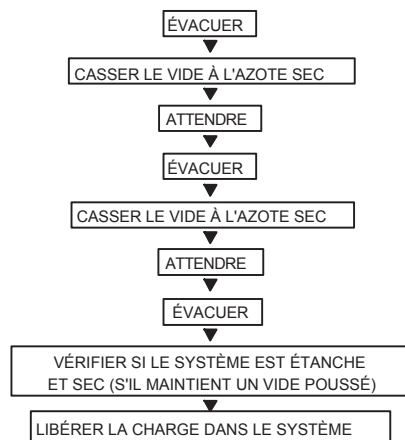

Figure 83 – Méthode d'évacuation triple
Consultez la figure 83 et procédez comme suit :
5. Répétez cette procédure comme indiqué à la figure 83. Le système sera ensuite exempt de contaminants et de vapeur d'eau.